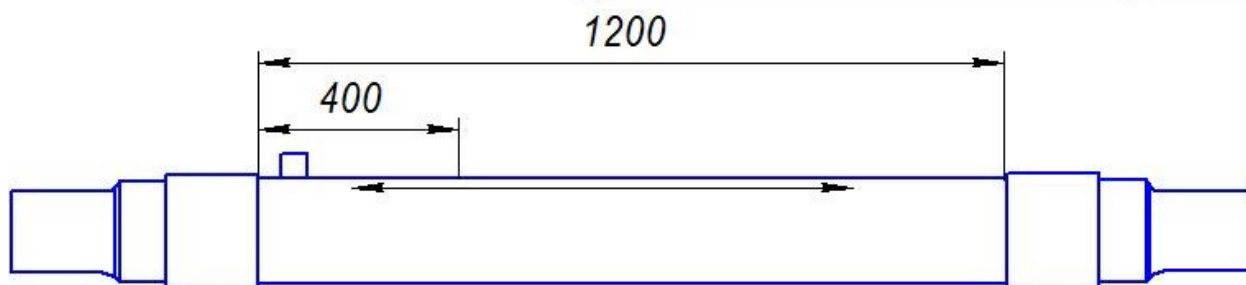

Рис. 7.8.2. Схема установки преобразователя П121-1,25-90°-К16х12-ЖД на НО 1.11.002 – О при проверке чувствительности по варианту AR4.
- установить ПЭП на НО 1.11.002-О в соответствии со схемой на Рис.7.8.2;
- найти максимум эхосигнала от пропила в сечении Г-Г в НО 1.11.002-К, Рис.7.8.2;